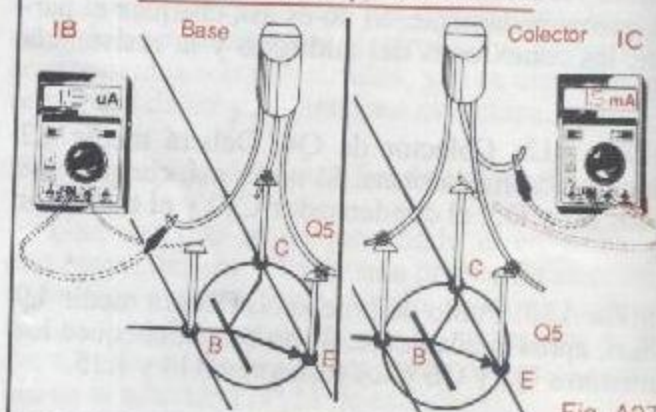

Fig. A27
**Paso 1.** Para medir la corriente de base ( $I_B$ ) de cada transistor, despegue la base, sitúe el multímetro en el rango "60  $\mu A$  DC" y conéctelo como se muestra en la figura A27. Al final de cada medición, suelde nuevamente la base a la puntilla correspondiente.